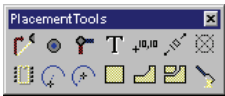

图 5-42 “Placement Tools” 工具栏
2) 放置工具栏，Protel 99 SE 中的“Placement Tools”工具栏如图 5-42 所示。该工具栏主要为用户提供了图形绘制以及布线命令。